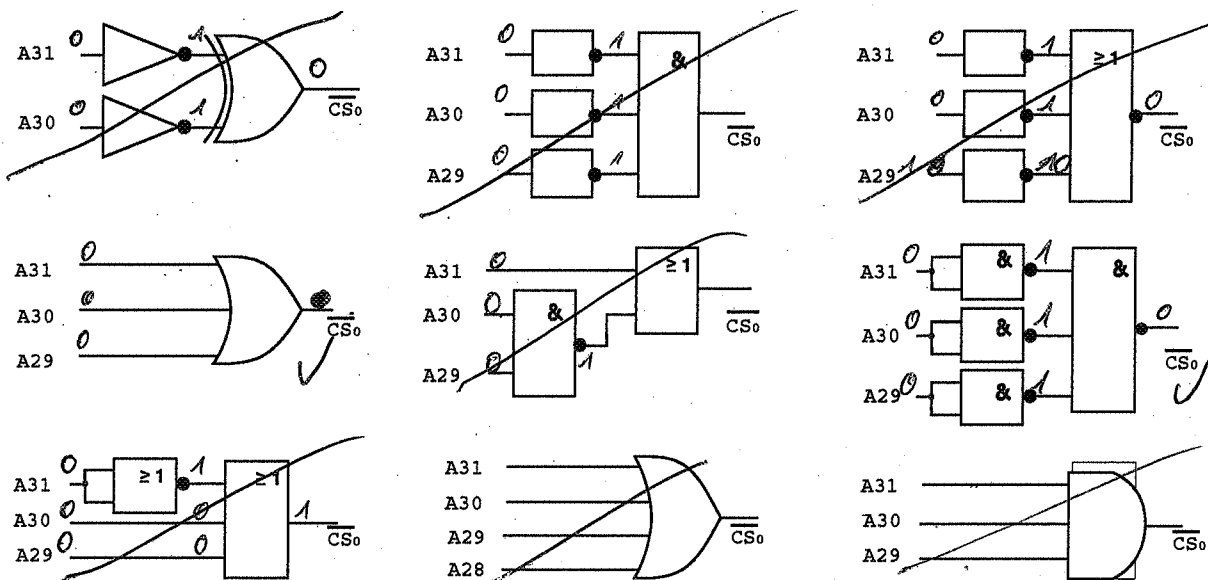

Bild 4: Schaltungsvorschläge für den Adressdecoder von Chip 0
c) Welche der folgenden Schaltungen sind geeignete Adressdecoder für den Chip 0 ? Streichen Sie alle ungeeigneten Schaltungen in Bild 4 durch.